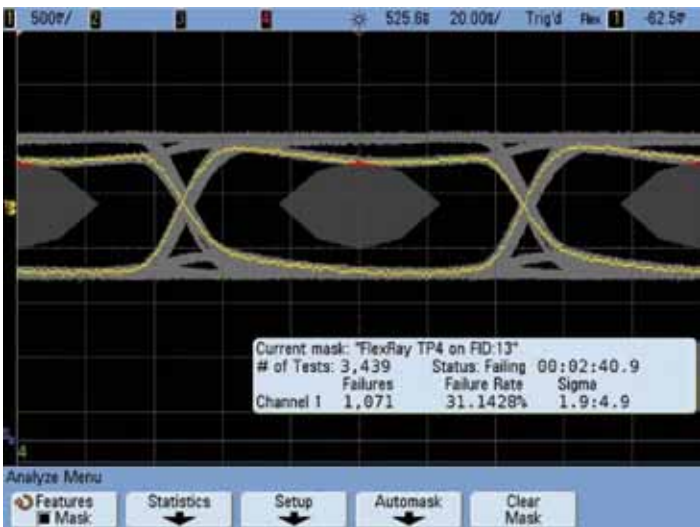

Bild 8. TP4-Maskentest der mit FID=13 bestimmten Frames.
3.602 Maskenverletzungen von einem oder mehreren Knoten verursacht wurden, die eine Fehlerrate von ca. 0,472 % ausmachen; in **Bild 8** werden über die Triggerbedingung nur die Frames mit der ID=13 „herausgefiltert“ und man kann ablesen, dass bei 3.439 erfolgten Tests 1.071 Fehler vorgekommen sind, was einer Fehlerrate von 31,14 % entspricht. Zu diesem Sachverhalt siehe auch [4].